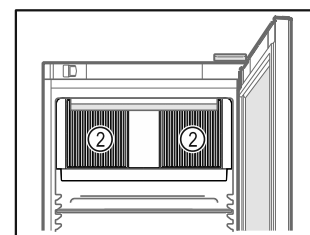

Fig. 50
- Udržiavajte voľné vetracie štrbiny Fig. 50 (2) cirkulačného ventilátora vo vnútornom priestore.